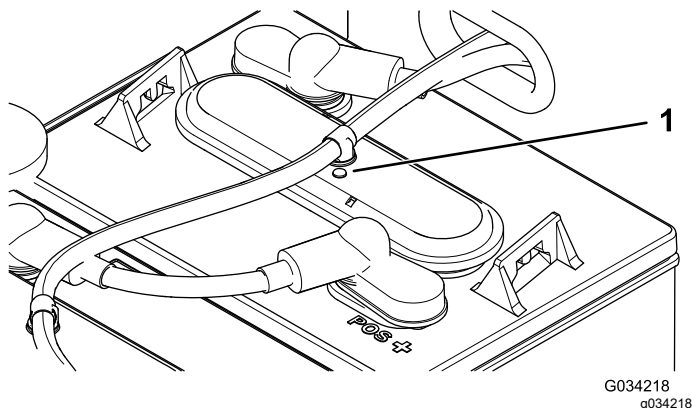

Figura 38
3. Verificai ochiurile de pe fiecare baterie pentru a vedea dacă sunt negre sau albe (Figura 38).